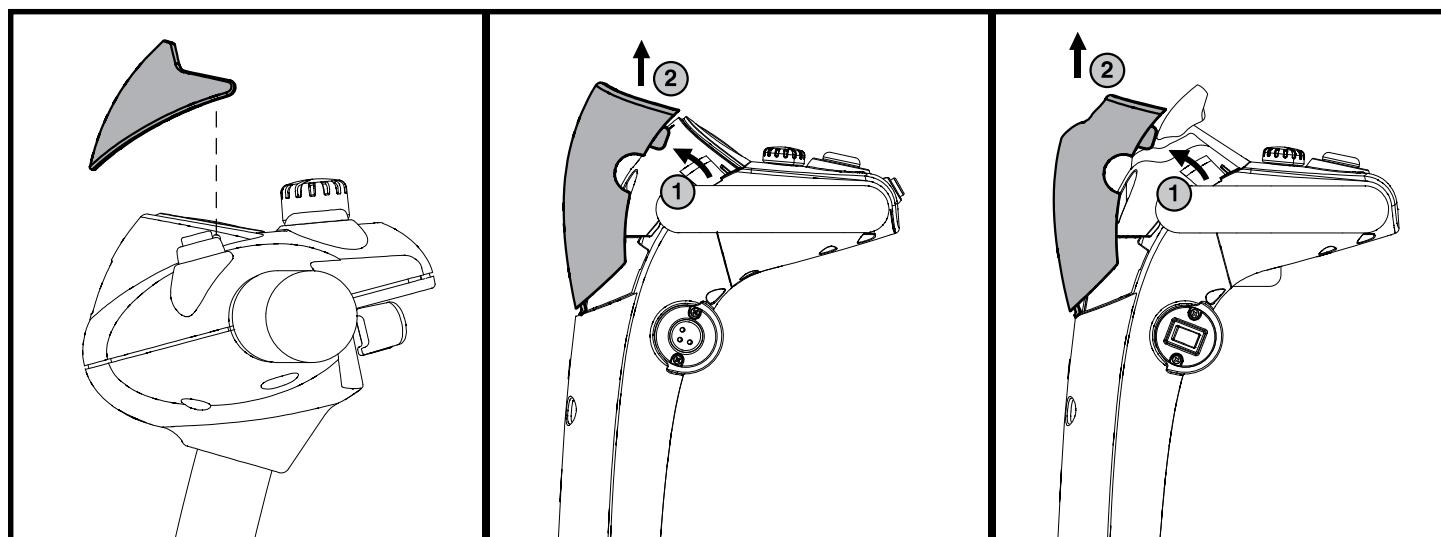

Abb. 17. Lenkerkonsole Schutzvisier
1. Drücken Sie die Oberseite der Schutzscheibe behutsam von der Lenkerkonsole weg und heben sie dann nach oben. Siehe Abb. 17.